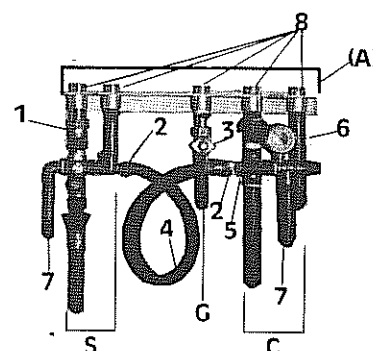

FIG. 2
b) raccordement (fig. 2) :
- sanitaire (S)
- chauffage (C)
- gaz (G)
- boucher les orifices (8) (fig. 2) et faire l'essai d'étanchéité des installations sanitaire, gaz et chauffage.
b) aansluiting (fig. 2) :
- sanitair (S)
- C.V. (C)
- Gas (G)
- openingen (8) (fig. 2) dicht en dichtheid van installaties sanitair, gas en C.V. controleren.